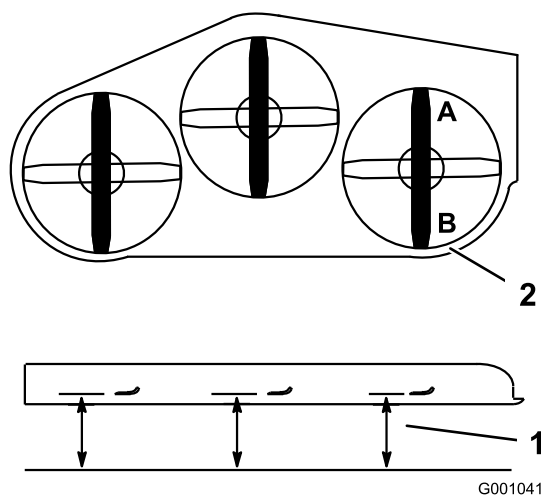

Figure 81
2. Tournez 1 lame dans le sens longitudinal. Mesurez la distance aux points **A** et **B** entre une surface plane et le bord coupant des pointes des lames (Figure 81).